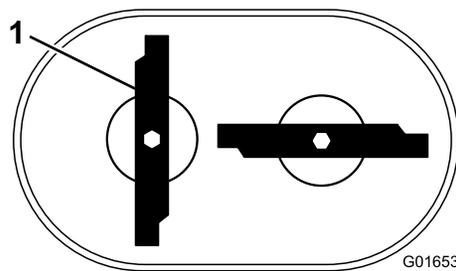

Рисунок 43
**Примечание:** Ножи должны быть расположены перпендикулярно, формируя перевернутую букву «Т», как показано на Рисунок 43.